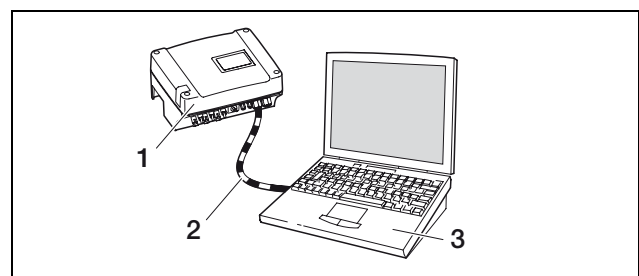

Abbildung 24: Wechselrichter und Computer mit Crossover-Kabel verbinden
- b) direkt über ein sog. Crossover-Kabel (siehe Abbildung 24).
Sie benötigen ein Crossover-Kabel nur dann, wenn Sie den Wechselrichter direkt, das heißt ohne Switch/Hub, mit einem Computer verbinden (Abbildung 24).